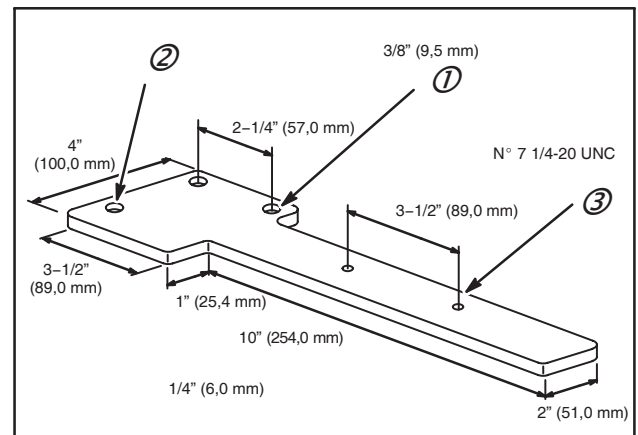

Fig. 5
Un support de démarreur peut être réalisé avec une plaque d'acier de 6 mm d'épaisseur, comme indiqué à la Fig. 5. Trou supplémentaire pour patte de fixation du démarreur (1), deux trous de 9,5 mm pour pattes de fixation du démarreur (2), deux trous taraudés N° 7 pour vis 1/4-20 UNC pour fixation du compte-tours Briggs & Stratton Réf. : 19200 E (3), Fig. 5.